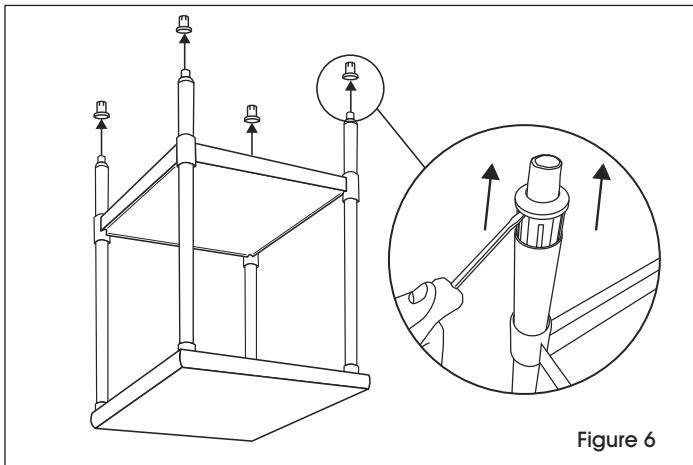

Figure 6
1. Tournez la table à l'envers sur une surface plane et non marquante. Retirez les pattes réglables des tubes de pied à l'aide d'un tournevis à tête plate. (Voir Figure 6)